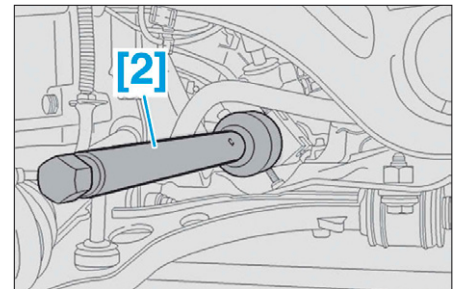

FIG. 13
- Déposer, à l'aide de l'outil [2], la biellette de direction (Fig.13).